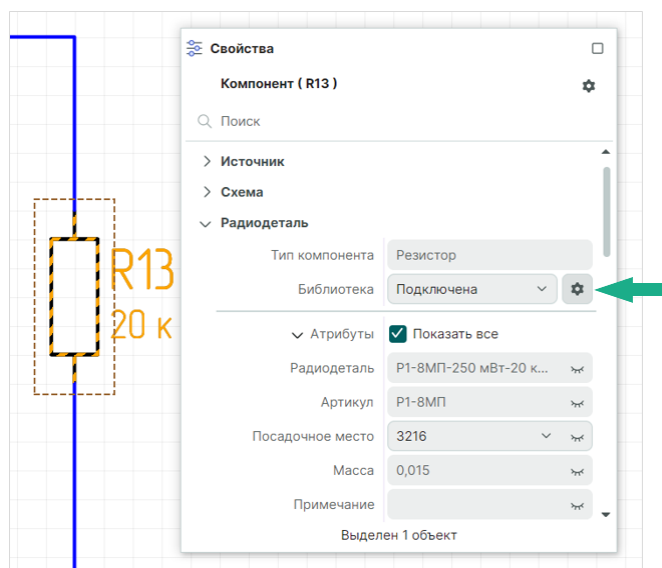

Рис. 100 Вызов окна «Выбор радиодетали»
2. В панели «Свойства» → «Радиодеталь» нажмите кнопку , см. Рис. 100.